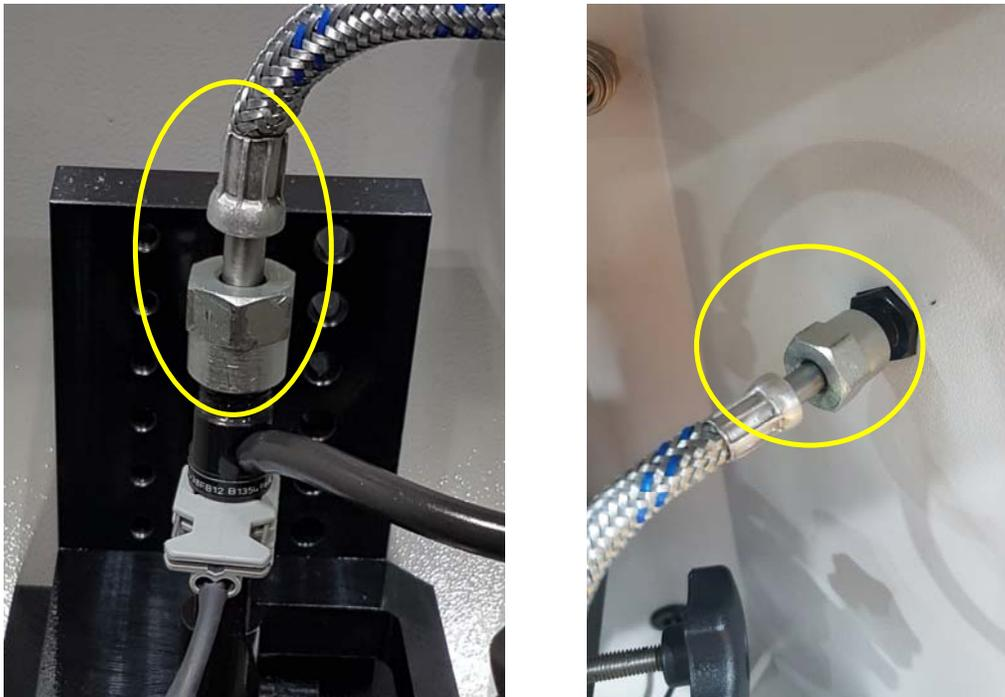

Figura 4.10 Perdite visibili sui punti HP
3. Controllare visivamente l'eventuale presenza di perdite in corrispondenza dei punti di collegamento del flessibile HP. (Figura 4.10)